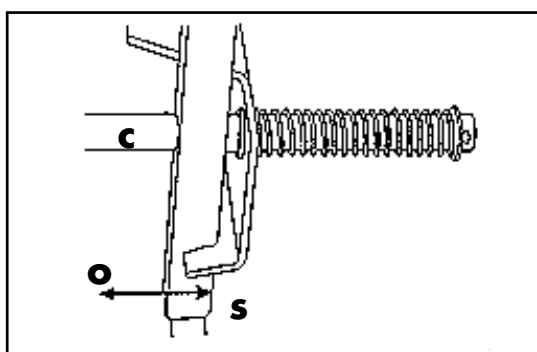

Fig. 3-10
- Replier les deux étriers de protection (c). Pour ce faire, tirer les étriers de protection (c) vers l'avant (o), les rabattre vers le haut et les faire enclencher dans le dispositif de support (s) (fig. 3-10).